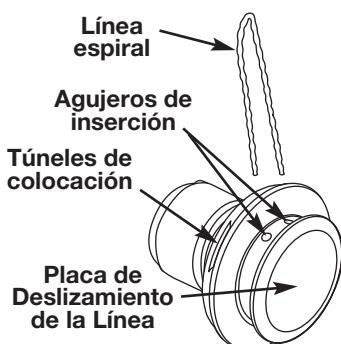

Fig. 11
3. Reinstate la placa guía de la línea (Fig. 11). La placa guía es un elemento con espiga y ajusta de una sola forma. Si no entra en el cabezal de corte fácilmente, NO lo fuerce. Gire la placa hasta que se encaje fácilmente en el cabezal de corte.
4. Inserte ambos extremos de la línea en los orificios adecuados ubicados al costado del cabezal de corte (Fig. 11).